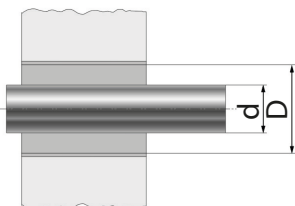

Bild 1
1. Je nach Außendurchmesser der Medienleitung (d) alle notwendigen Zwiebelringe der benötigten Zwiebeln entfernen, so dass der Abdichtbereich der abzudichtenden Medienleitung erreicht ist. Falls keine Medienleitung durch die Zwiebel geführt wird, die Blindstopfen nicht entfernen (Bild 1).